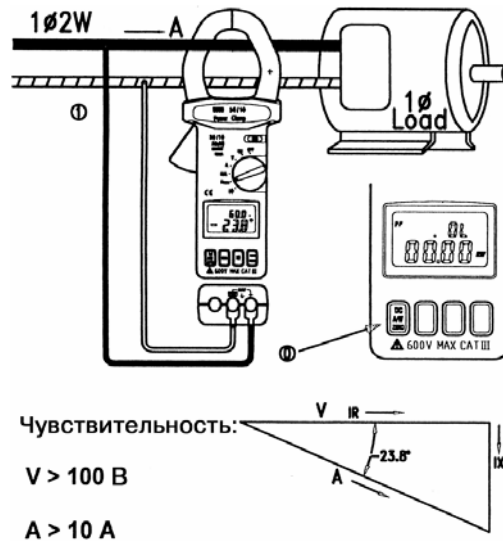

Рис. 5
5.2 Установите поворотный переключатель в положение «Phase» (см. рис. 5).